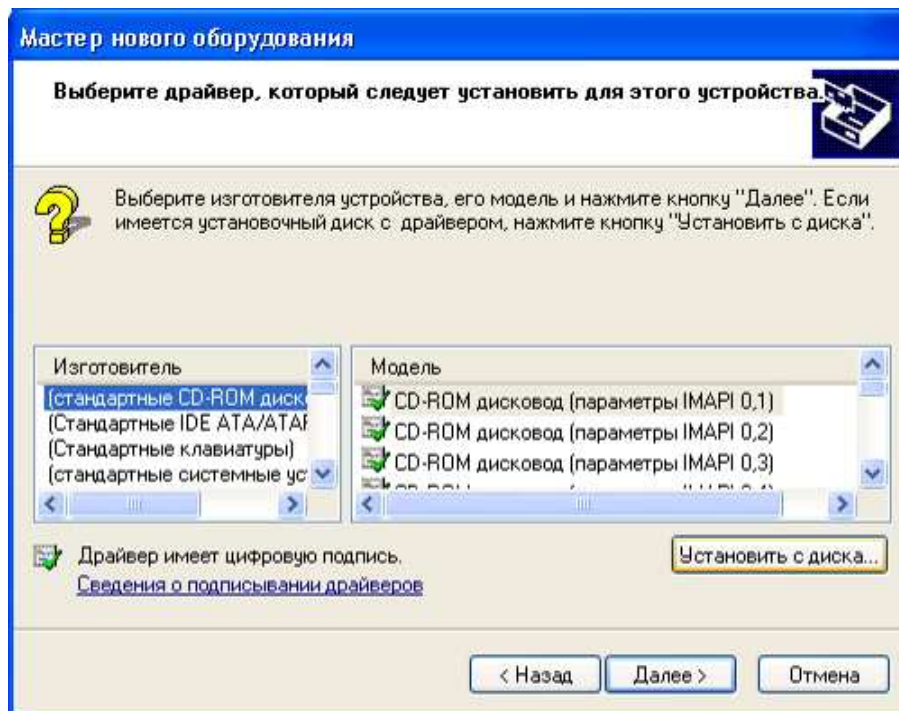
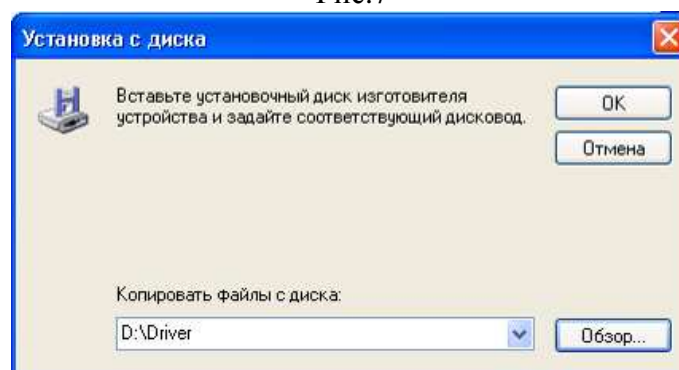

Рис.7
Рис.8
7) В окне Рис.7 выбрать «Установить с диска». В окне Рис.8 выбрать путь расположения файла информации о драйвере USB интерфейса пульта.